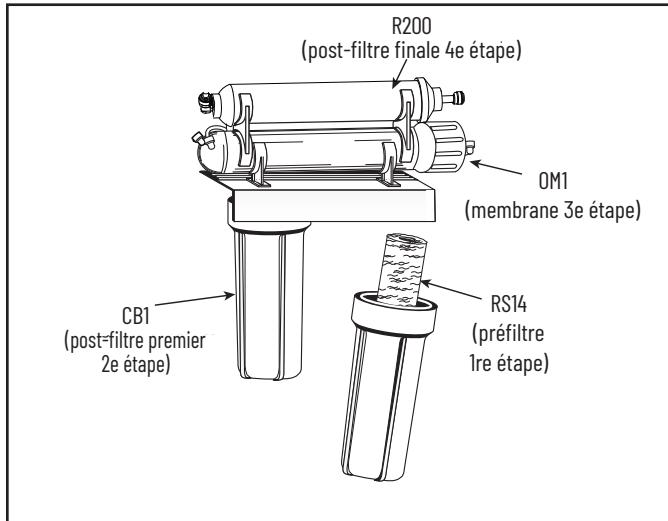

Figure 11
A) Si le système est installé sous l'évier de cuisine, placez-le sur le mur arrière ou le mur de droite. Assurez-vous d'avoir suffisamment d'espace pour l'installation (Figure 11). Pour changer les cartouches du filtre, il faut un dégagement minimum de 4 cm sous les boîtiers de filtre. Il faut aussi un dégagement minimum de 5,2 cm du côté gauche de l'unité ou 15 cm depuis le trou de vis de montage du support gauche.